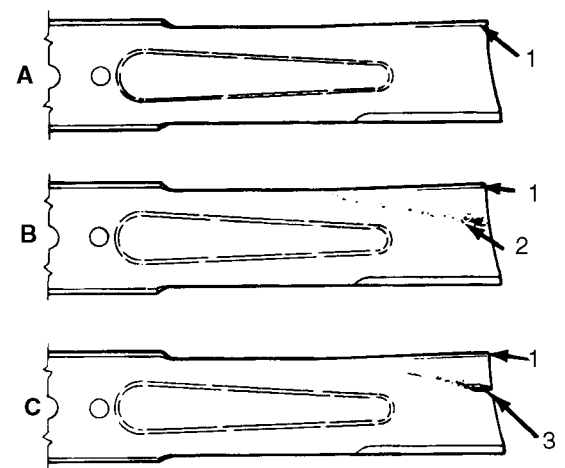

Figure 17
CONTROLE ET AFFUTAGE DE LA LAME (Fig. 17–18)
4. Examiner attentivement les extrémités tranchantes de la lame, en particulier au point de jonction de la partie plate et de la partie recourbée (Fig. 17-A). Le sable et les matériaux abrasifs peuvent user le métal qui relie ces deux parties de la lame, aussi vérifier l'état de cette dernière avant d'utiliser la machine. Remplacer la lame si elle semble usée (Fig. 17-B) (se reporter à la section "Dépose de la lame de coupe").
Une fente se forme entre le bord relevé et la partie plate si la lame devient usée (Fig. 17-C). La lame peut alors se casser et un morceau être projeté de dessous le carter et blesser l'utilisateur ou les spectateurs.